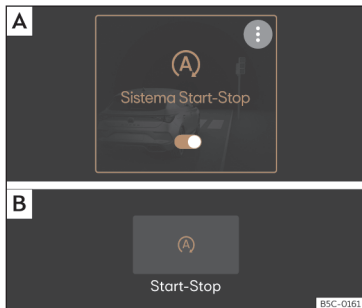

Fig. 156 No ecrã do sistema Infotainment: sistema Start-Stop desativado. [A] Vista no menu principal. [B] Vista com o sistema Infotainment desligado.
Quando o símbolo (A) aparecer em cor de laranja»» **Fig. 156** o sistema está ativado e fará a paragem e o arranque. Quando o símbolo (A) aparecer em branco o sistema está desligado.